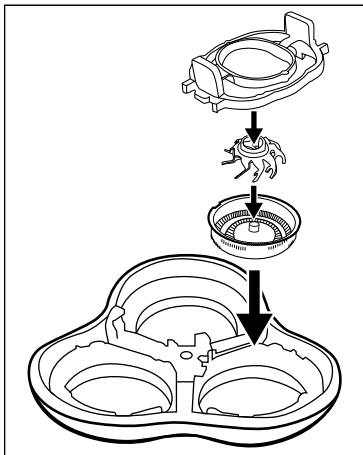

Fig. 4
- 4) Remontez l'unité de rasage **2**. Veuillez utiliser pour cela la figure suivante (voir fig. 4).